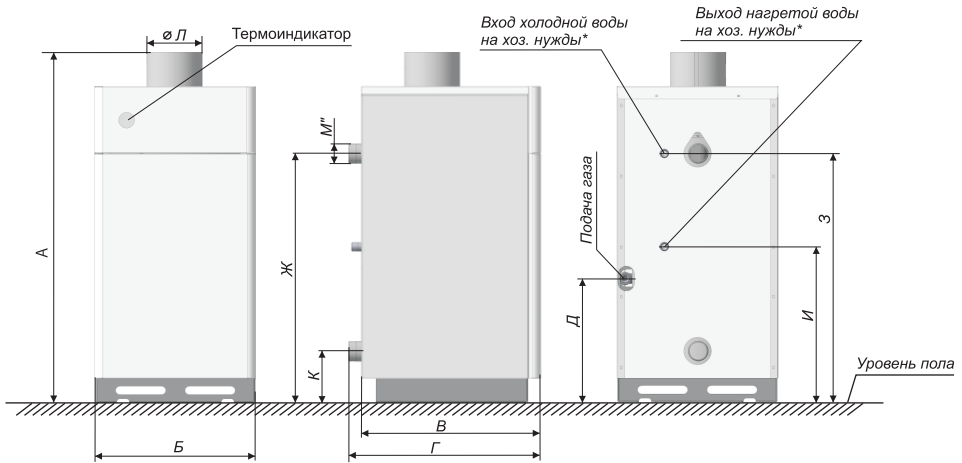
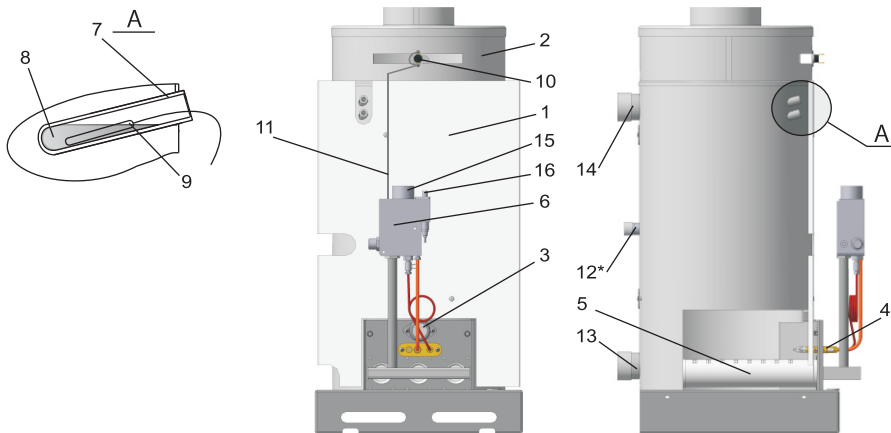

Рис.1 Общий вид котла
Рис.2 Схема конструкции котла
Габаритные размеры, мм, не более	см. табл.2, (рис.1)
5.1. Котёл состоит из следующих основных частей: корпуса котла (поз.1 рис.2), который состоит из топки и теплообменника. В теплообменнике котла установлены турбулизаторы для наиболее полного отбора тепла при сжигании природного газа и передачи его теплоносителю; газохода (поз. 2); горелок: основной (поз. 5) и запальной (поз. 4); автоматики безопасности с газовым клапаном (поз. 6); патрубков подвода (поз.13) и отвода теплоносителя (поз.14). В котлах с встроенным водонагревателем предусмотрены присоединительные патрубки (поз. 12). На лицевой части корпуса котла расположено смотровое окно поз.3 для контроля за розжигом и работой котла. Стаканчик (поз.7), в котором установлен термобалон (поз.9) газового клапана, служащий для управления его работой. Термостат (датчик тяги) (поз. 10) служит для обеспечения его безопасной работы. Для наиболее полного отбора тепла, снаружи корпус котла покрыт декоративным стальным кожухом, покрытым порошковой эмалью. В верхней части кожуха котла установлен термоиндикатор, для контроля температуры воды в котле, рис. 1.
5.2 Водонагреватель 12 (рис.2) работает по принципу "вода- вода", т.е. температура воды, которая идет на хозяйственные нужды, зависит от температуры воды в котле, поэтому для получения максимального количества горячей воды необходимо поддерживать температуру в котле 90°C, для этого при монтаже котла (рис. 12) необходимо установить перепускную трубу с вентилем 10, которая соединяет вход и выход воды из котла на отопление. С помощью вентилей 10 и 11 регулируется
температура теплоносителя соответствует цифре 7 на рукоятке управления. Температуру контролируйте термоиндикатором (рис.1), регулировку температуры теплоносителя (воды) осуществляет термостат газового клапана через термобаллон (поз.9, рис.2), вставленный в стаканчик корпуса котла, поз.7, рис.2.